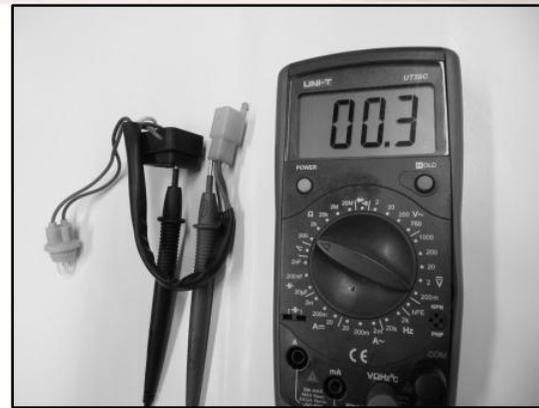

Fig.7.40
- Si el socket no tiene continuidad o se encuentra en mal estado, reemplácelo Fig.7.40